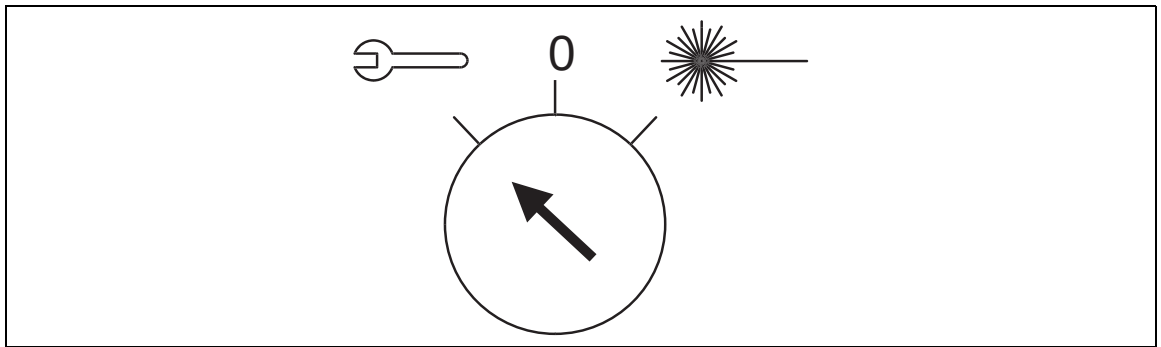

Abb. 7-22 Stellung Programmwahlschalter
- Der Programmwahlschalter befindet sich in Stellung „Einrichtmodus“ (Abb. 7-22).